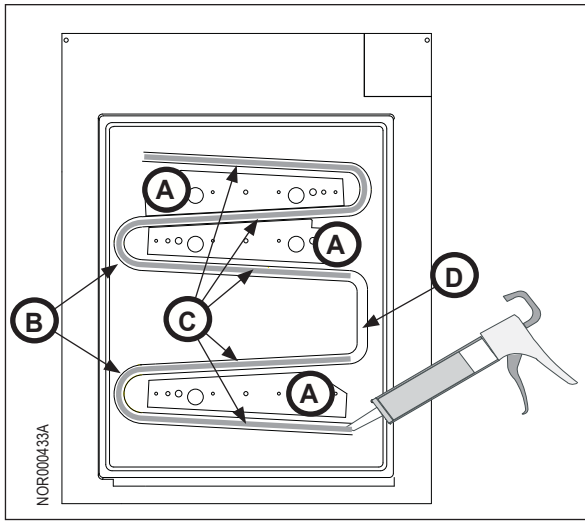

Fig. 12: Aplicación de masticado en la nueva unidad refrigerante
4. Aplique un cordón de mastique de aprox. 1/2" (13 mm) de ancho y aprox. 3/8" (10 mm) de grosor a los tubos de evaporación (fig. 12, B) que hacen contacto con las placas de evaporación (fig. 12, A).
¡Precaución! No aplique mastique en la sección de conexión recta del tubo (fig. 12, D).